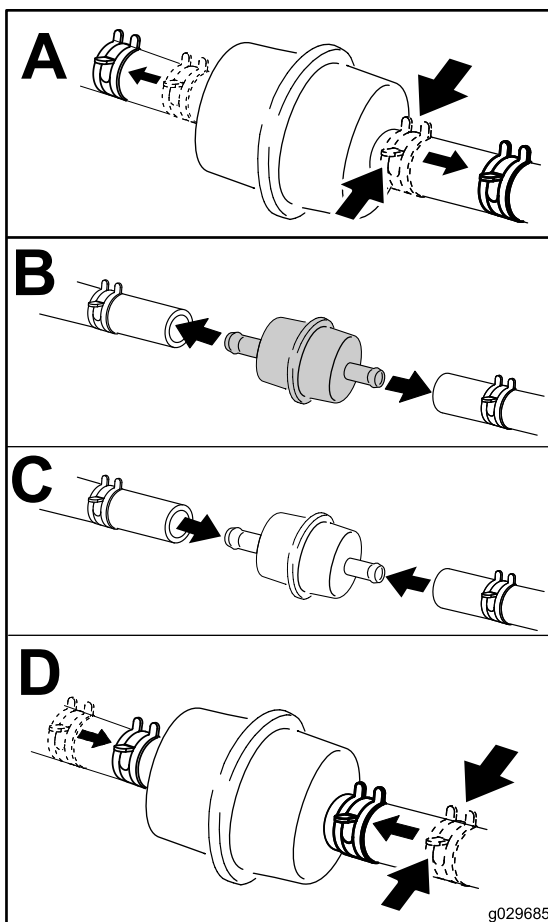

Figura 46
5. Înlocuii filtrul de combustibil (Figura 46).